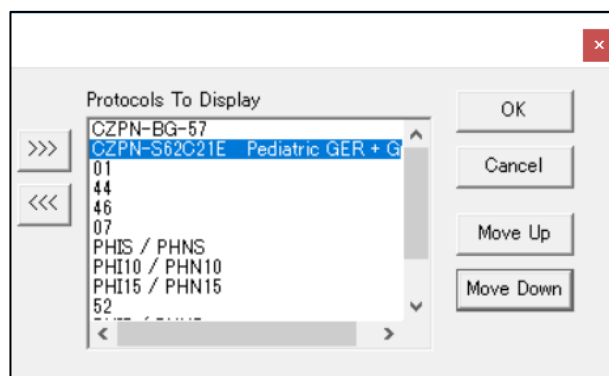

図 66 表示順の変更
- ① Start New Patient 画面上の“More Protocols”をクリックします。
- ② Edit Protocol List 画面が出てくるので、移動させたいプローブを選択し、上に移動させたい場合は“Move Up”、下に移動させたい場合は“Move Down”をクリックし、編集します（図 66）。
- ③ 編集が完了したら“OK”をクリックします。